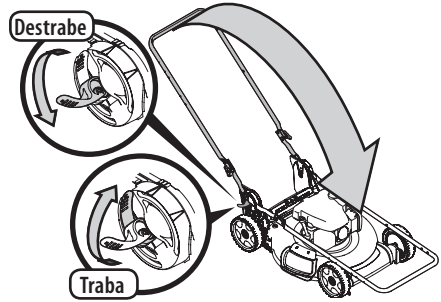

Figura 20
3. Destrabe las dos palancas de liberación de manija. Vea el recuadro de la Figura 20.
4. Pliegue la manija (b) hacia adelante hasta la posición de almacenamiento (Figura 20).
5. Trabe las dos palancas de liberación de manija. Vea el recuadro de la Figura 20.